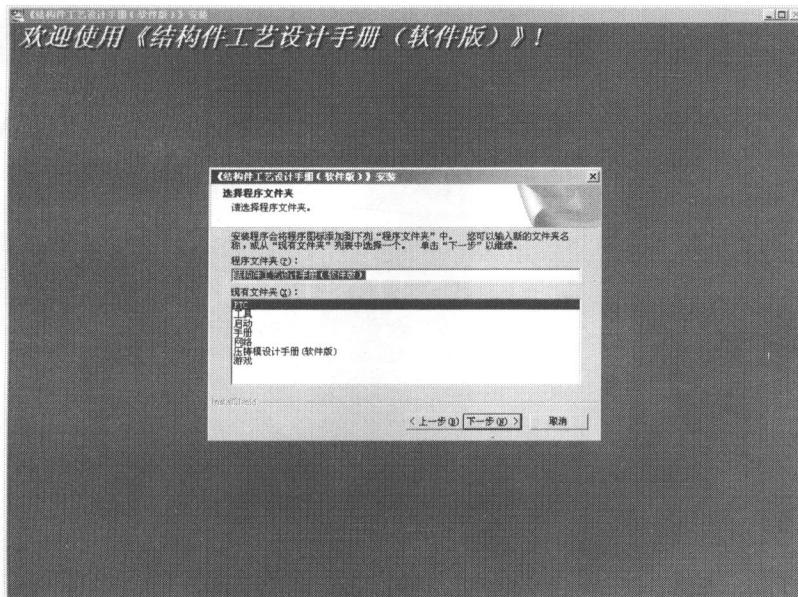

图 1-8 选择程序文件夹界面
(8) 单击“下一步”按钮, 进入如图 1-8 所示的选择程序文件夹界面。您可以输入新的文件夹名, 或从现有文件夹列表中选择一个。